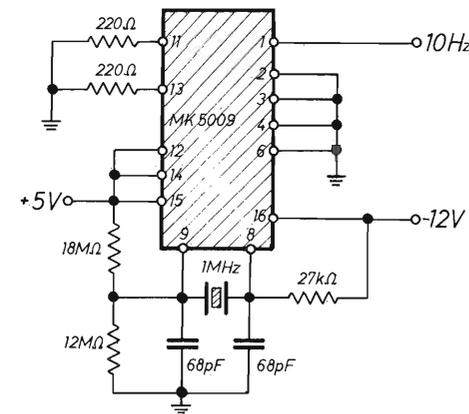

figura 2 - FND357 visto da sotto.
5. Visualizzatori: 6 display FND 357 (figura 2).